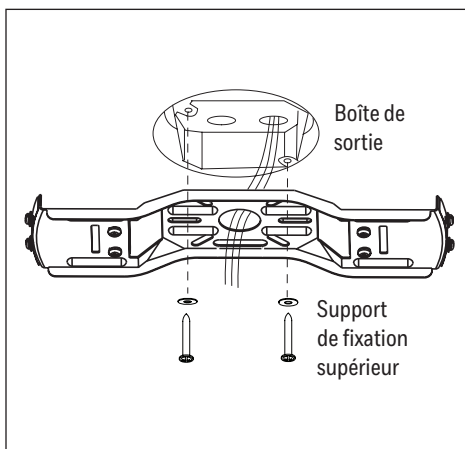

Figure 2.1
1. Installez le support de fixation supérieur à la boîte de sortie (non incluse) à l'aide des vis et des rondelles à ressort fournies avec la boîte de sortie. **AVERTISSEMENT** : Afin de réduire les risques d'incendie, de choc électrique et de blessure, installez le ventilateur sur une boîte de sortie conçue pour soutenir un ventilateur (Figure 2.1).